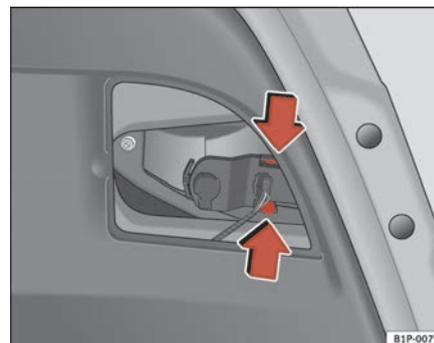

Fig. 172 Démontage du porte-lampes
- Retirez le porte-lampes en appuyant sur les pattes de fixation et retirez-les vers l'extérieur ⇒ fig. 172.